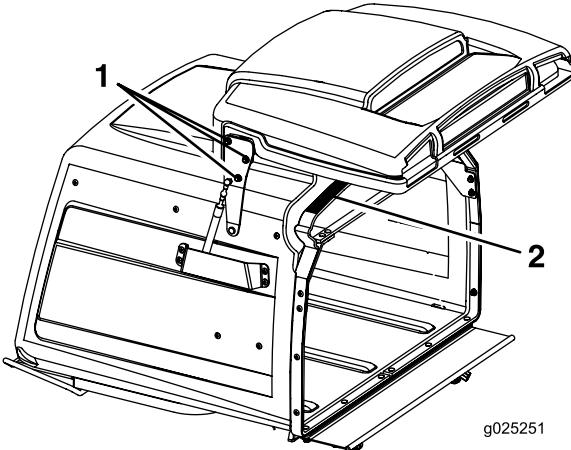

Figura 62
3. Afloje las seis tuercas de las bisagras de la puerta (Figura 62).
4. Abra la puerta y coloque una tira de goma de 9.5 mm ( $\frac{3}{8}$ ") o una manguera de 9.5 mm ( $\frac{3}{8}$ ") de diámetro entre la tolva y la puerta de la tolva (Figura 62).